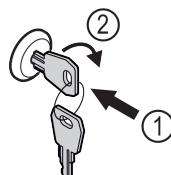

Fig. 190
- Introduceți cheia prin apăsare. Fig. 190 (1)
- Rotiți cheia cu 90° în sensul acelor de ceasornic. Fig. 190 (2)